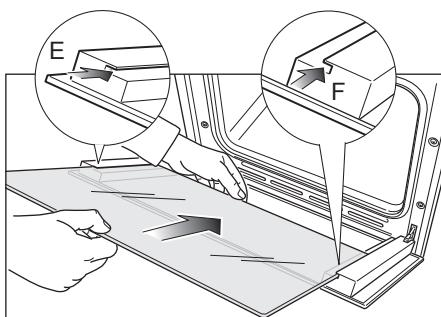

Abb. 7.10c
- Fügen Sie das Glassegment in den linken "E" und rechten "F" (Abb. 7.10c) Führungsschlitz bis zum Haltewinkel "H" ein (Abb. 7.10d).